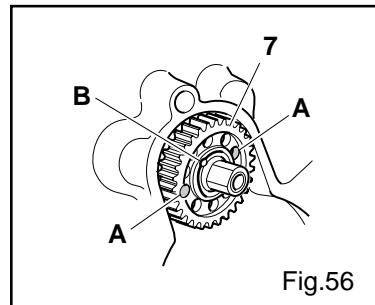

Fig.56
5. Verificare il posizionamento dell'ingranaggio "7" (Fig.56) dell'albero a camme: i due fori filettati "A" sull'ingranaggio devono essere disposti orizzontalmente (e paralleli al piano della testa) e la spina "B" sull'albero a camme dev'essere posizionata in alto.
5. Verifying the position of gear "7" (Fig. 56) of camshaft: the 2 threaded hole "A" on the gear they have to be inclined horizontally (and parallel to the plan of the cylinder head) and thorn "B" on cammeshift to be positioned in high.
5. Die Position des Zahnrades "7" (Abb.56) der Nockenwelle prüfen: beide Gewindebohrungen "A" des Zahnrades sollen in Horizontalrichtung angeordnet sein; Stift "B" an der Nockenwelle soll oben liegen.
5. Contrôler la position de l'engrenage "7" (fig.56) de l'arbre à cames: les deux trous filetés "A" sur l'engrenage doivent être en position horizontale (et parallèle au plan de la culasse) et la cheville "B" sur l'arbre à cames doit être en haut.
9. Verificare che l'allineamento dell'ingranaggio dell'albero a camme, (come illustrato in Fig.56) sia corretto.
9. Verifying that alignment of gear of cammeshift it is correct (how illustrated in figure 56).
9. Die Ausrichtung des Zahnrades der Nockenwelle prüfen: siehe Abb.56.
9. Vérifier l'alignement de l'engrenage de l'arbre à cames: voir fig.56.